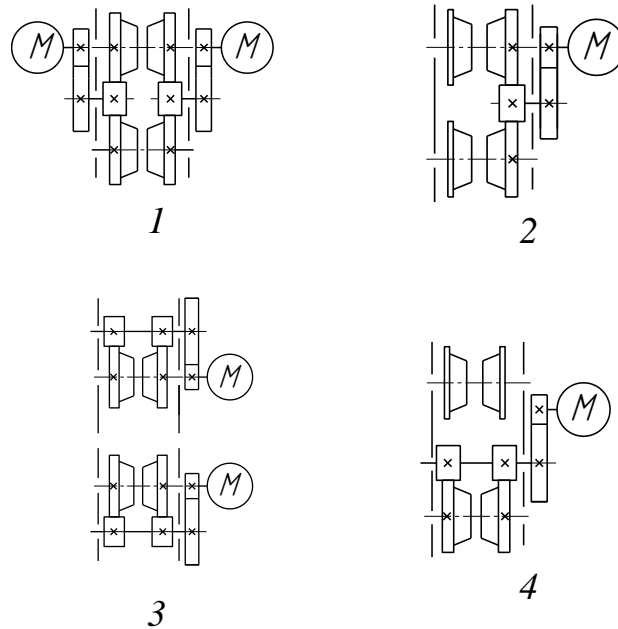

Рисунок 3.3.2 – Схемы приводов однорельсовых тележек
3.3.8 Укажите схему двухстороннего привода (рисунок 3.3.2):
3.3.9 Укажите схему сдвоенного одностороннего привода (рисунок 3.3.2):
3.3.10 Укажите схему сдвоенного двухстороннего привода (рисунок 3.3.2):
3.3.11 Укажите схему одностороннего привода (рисунок 3.3.2):